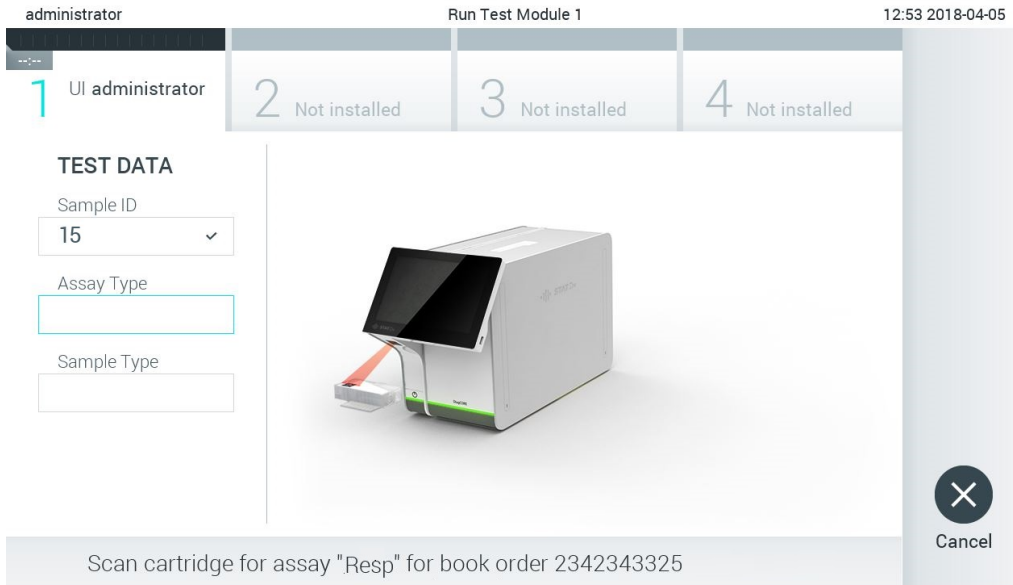

Figura 84. Digitalização do código de barras do cartucho de ensaio QIAstat-Dx.
4. Quando o pedido de teste tiver sido recebido de forma bem-sucedida do anfitrião, é apresentada a mensagem "Scan cartridge for assay <assay_name> and book order <order_number>" (Digitalizar cartucho para o ensaio <assay_name> e pedido de agendamento <order_number>). Digitalize o código de barras do cartucho de ensaio QIAstat-Dx especificado (Figura 84).